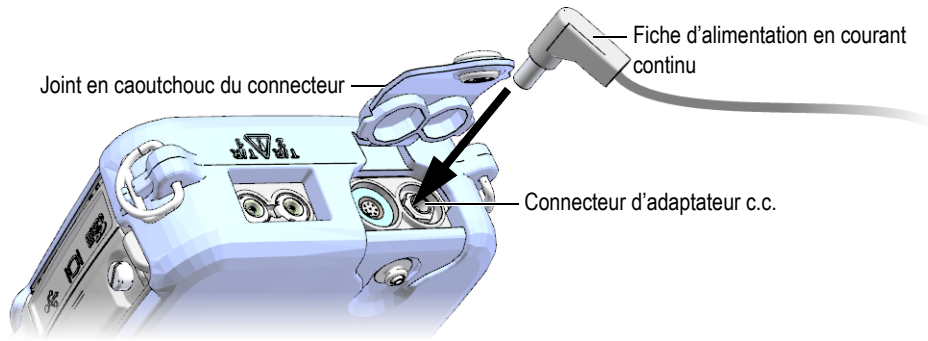

Figure 2-3 Connexion de la fiche d'alimentation c.c.
2. Sur le 38DL PLUS, soulevez le joint en caoutchouc qui couvre le connecteur d'adaptateur c.c. sur le dessus du 38DL PLUS (voir la Figure 2-3 à la page 45).
3. Connectez la fiche d'alimentation c.c. du chargeur-adaptateur au connecteur d'adaptateur c.c. (voir la Figure 2-3 à la page 45).